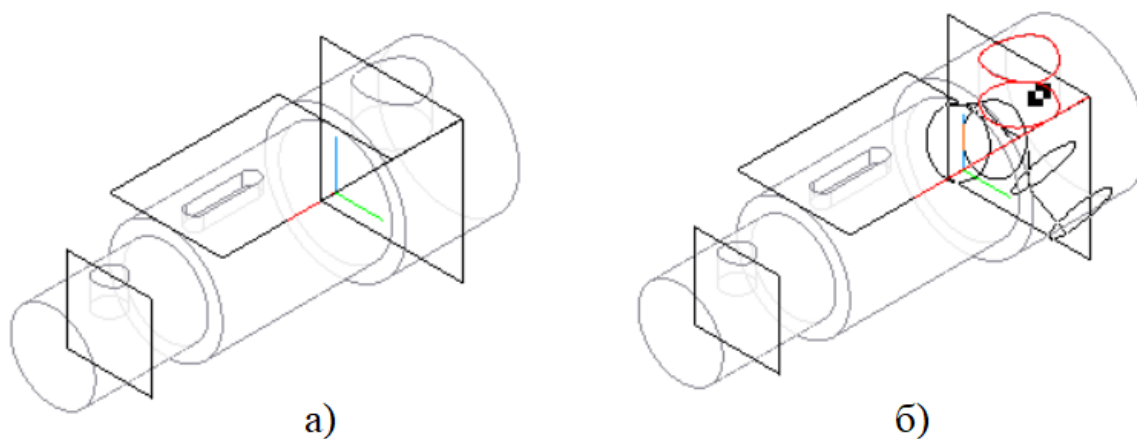

Рисунок 34 – Формирование отверстий и углублений
5. Сформируйте отверстия, используя команду «Вырезать вращением» (рисунок 34а) со следующими параметрами: способ построения – сфероид; тонкая стенка – нет.
6. Так как в одной из ступеней вала выполнено три одинаковых отверстия, то для их формирования используйте команду «Массив по концентрической сетке» (рисунок 34б).